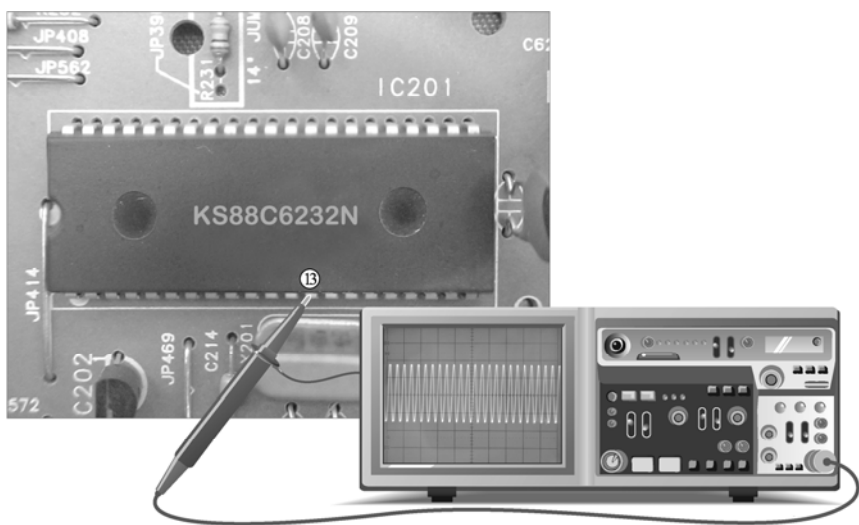
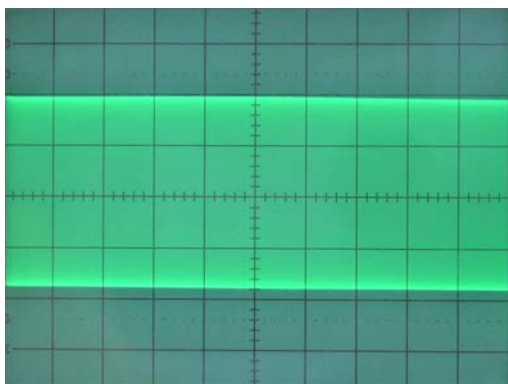

图 4-42 检测 KS88C6232N⑬、⑭脚的晶振信号
图 4-43 晶振信号波形的检测
晶振信号是微处理器中较为典型的信号之一，无晶振信号则微处理器不能正常工作。晶振信号是由微处理器集成电路旁边的石英晶体提供的。KS88C6232N 的⑬、⑭脚外接晶振 X201，为微处理器提供 8MHz 的时钟信号波形。检测时可将示波器的探头放在⑬脚或⑭脚上，都应有时钟振荡信号波形，具体操作及波形如图 4-42 所示。
检测时,若看不到明显波形,可适当调整示波器时间轴及同步旋钮,即可得到图 4-42 所示波形。但不同显示器中石英晶体的振荡频率不同,示波器可能会有不同步的状态,而使示波器上出现一条水平亮带,如图 4-43 所示,这也属于正常的信号状态。